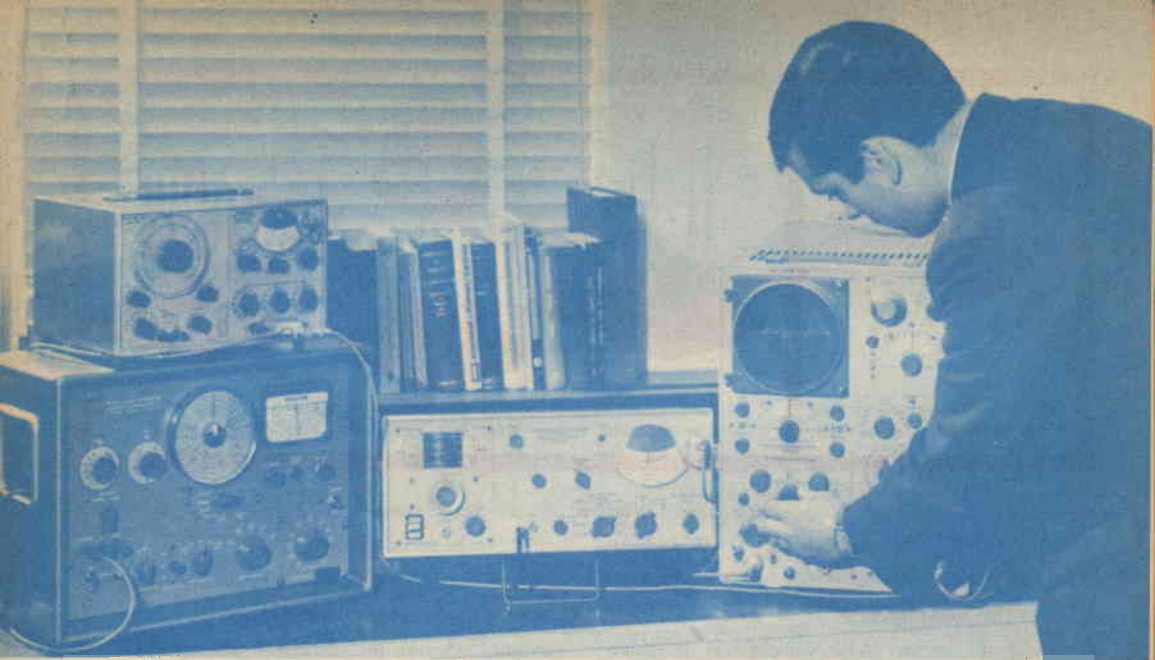

Fig. 1 - Disposizione per applicazioni stereo del modulometro MA/MF tipo TF 2300 della Marconi Inst.
La numerazione dei piedini inizia dal foro esterno più distante dagli altri e procede quindi in senso orario; il piedino centrale corrisponde al piedino 5. Lo zoccolo europeo a contatti laterali a bicchiere (illustrato nella fig. 1-f e nella fig. 2-f) differisce notevolmente dagli zocchi considerati prima, in quanto non è provvisto di fori ma di otto contatti laterali.
**A**l fine di stabilire l'efficienza del modulometro tipo TF 2300 della Marconi Instruments (già ampiamente descritto nel n. 1/1967 di Radiorama) quale demodulatore standard di frequenza, sono state effettuate varie misure (*fig. 1*), tenendo presenti le esigenze della stereofonia modulata in frequenza (MF).